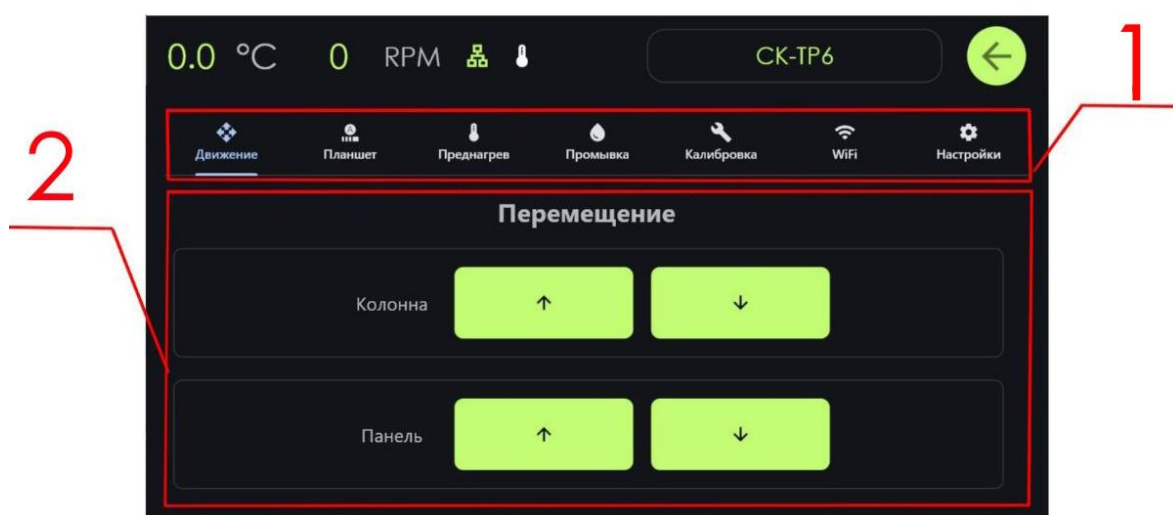

Рисунок 23 – Сервис. Движение
- первая секция выделена под вкладки сервиса, а во второй секции, как и в окне «Методы», меняется содержимое в зависимости от выбранной вкладки (рисунок 23).